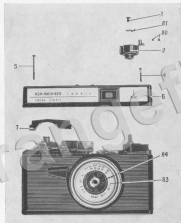
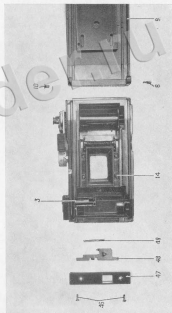

Рис. 2
Рис. 3
2.1. Отвернуть винт 1 (рис. 2), снять маховик 2, открыть заднюю крышку и вынуть пилку 3 (рис. 3).
2.2. Отвернуть два винта 4 (см. рис. 2), 5 и снять верхнюю крышку 6.
2.4. Отвернуть винт 8 (см. рис. 3), снять заднюю крышку 9 и вынуть втулку 10.
2.6. Отвернуть четыре винта 14 (см. рис. 3, 5) и снять сборку 15 затвора.
2.18. Разобрать замок задней крышки. Отвернуть два винта 46 (см. рис. 3), снять планку 47, вынуть планку 48 и пружину 49.
5.13. Смазать смазкой ГОИ-54П плоскость корпуса фотоаппарата под плавку 48 (см. рис. 3).